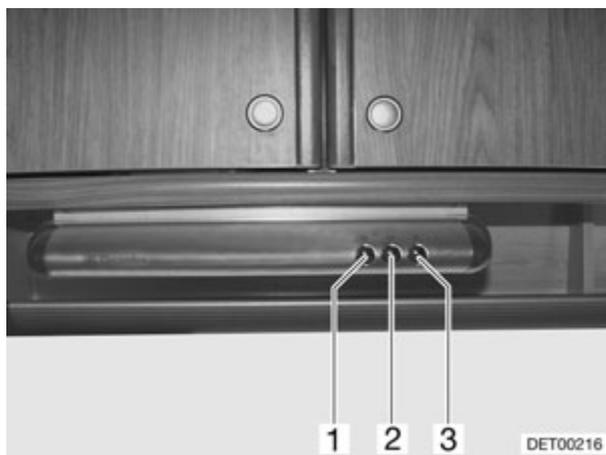

Fig. 145 Hotte aspirante
- Appuyer sur l'interrupteur (Fig. 145,2) pour mettre en marche et arrêter la hotte aspirante. L'interrupteur (Fig. 145,3) permet de modifier la puissance du ventilateur.
- Allumer et éteindre l'éclairage de la cuisine avec l'interrupteur (Fig. 145,1).